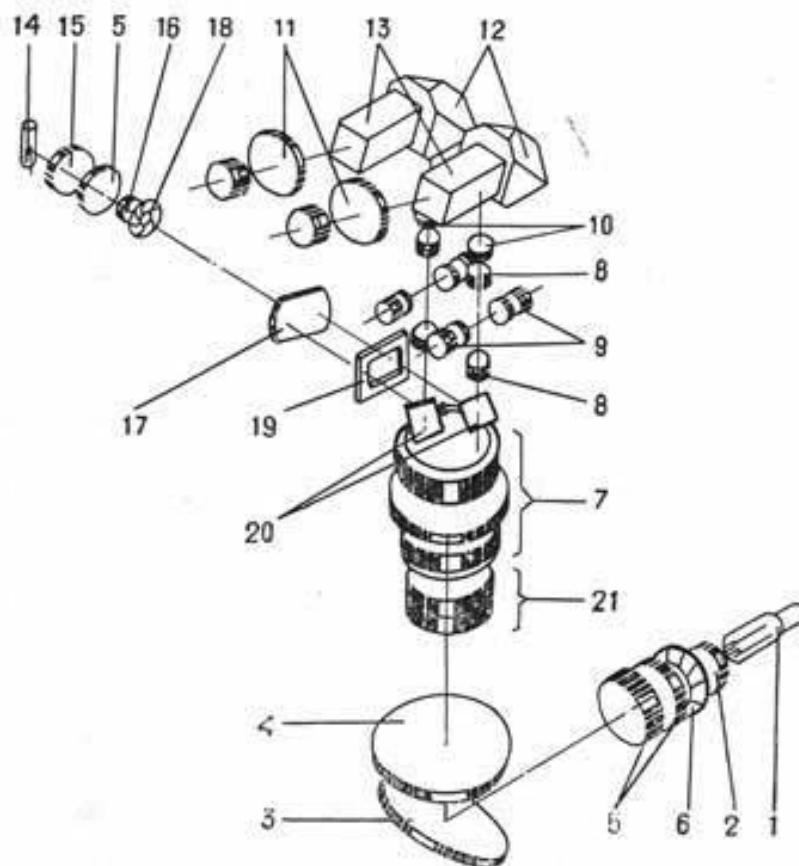
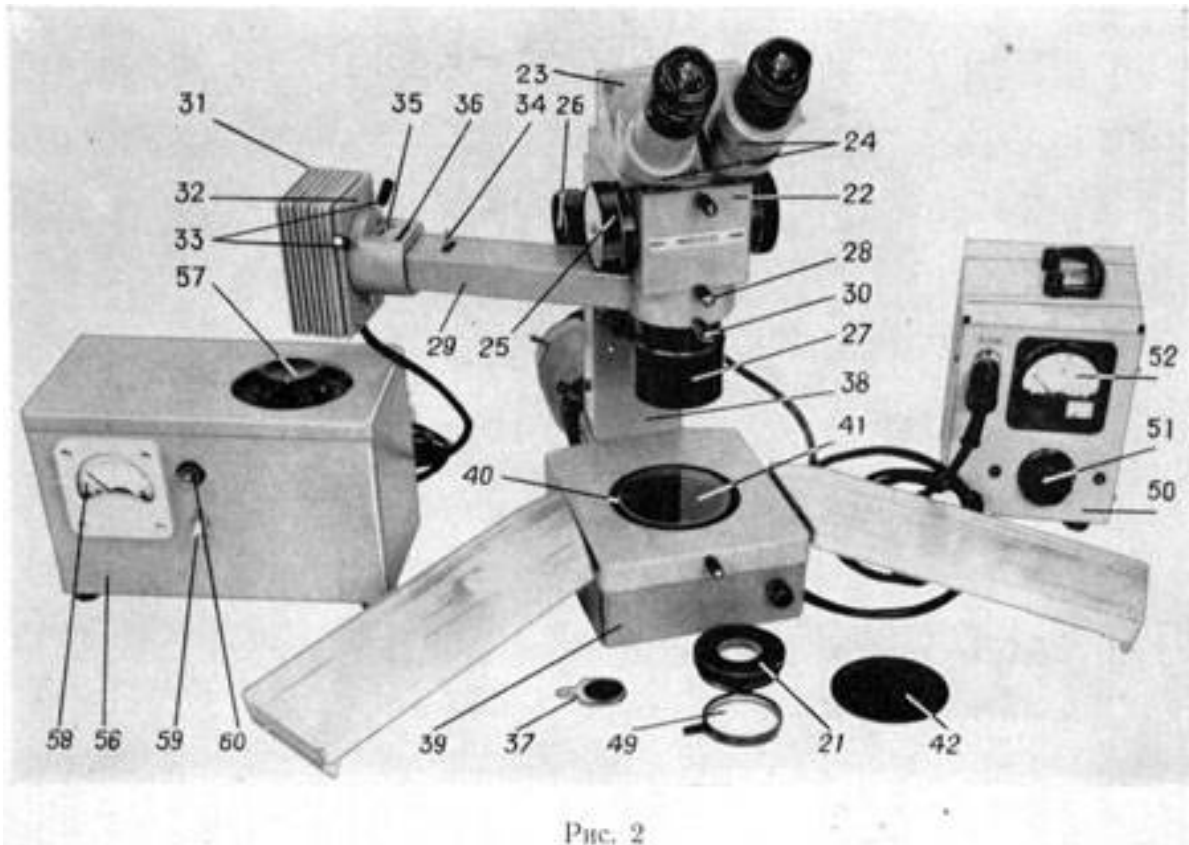
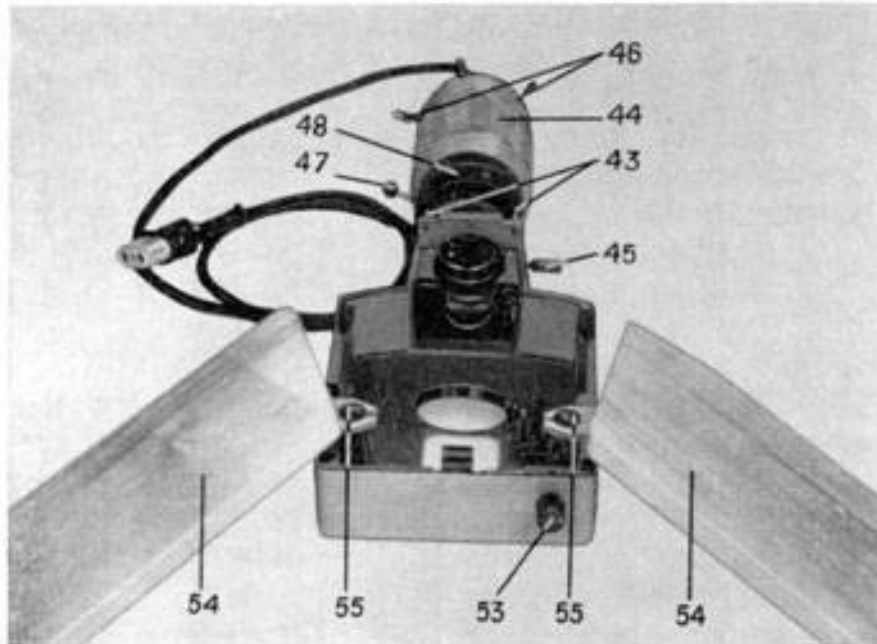

Рис. 1
Рис. 2
Рис. 3
4. Ausführung und Arbeitsweise, Bild 1
Beim Betrieb im Durchlicht mit der Lichtquelle 1 (Abb. 1), - beleuchtet die Lampe OP12-100 mit Beleuchtungseinrichtung 2 und Reflektor 3 ein transparentes Objekt, welches auf einer Glas Scheibe oder Mattscheibe 4 aufgelegt ist. Durchlicht bietet die Möglichkeit, Ersatz-Filter und Polfilter 5 zu installieren. Zur Begrenzung des beobachteten Blickfeldes dient die Irisblende 6. Das optische System des Instruments hat eine achromatische Linse 7 mit großem Arbeitsabstand.
Am Oberteil des optischen Kopfes 22 (Abb. 2) gibt es eine Halterung, in die der Binokular-Aufsatz 23, mit einer Schraube gesichert, eingefügt wird.
Die Montage des Tubushalters 38 an der Basis 39 erfolgt durch Schrauben 43 (Abb. 3). An der Unterseite befindet sich eine Öffnung, in die die Durchlichtbeleuchtung 44 eingesetzt und mit der Schraube 45 befestigt wird. Eine Kartusche mit einer Lampe OP12-100 ist in der Durchlichteinheit eingesetzt.
Zur Zentrierung des Leuchtkörpers dienen die Schrauben 46. Die Leuchtfeldblende 6 (siehe Abb. 1) welche in der Gehäuse Halterung montiert ist, wird durch einen Handgriff 47 geöffnet (siehe Abb. 3). In der Halterung 48, in der Gehäuse Halterung können die Ersatz-Filter 49 (siehe Abb. 2) oder Hitzefilter eingesetzt werden.
Im Inneren der Basis befindet sich der Schwenkreflektor 3 (siehe Abb. 3) mit Auf einem flachen Spiegel auf der Einen und Milchglas auf der anderen Seite. Zur Drehung dient der Griff des Reflektors 53. Für Tageslichtbeleuchtung muss man die Schraube 45 abschrauben und die Beleuchtung im Boden entfernen.
Die Spannungsversorgung der KIM9-75 Lampe für Auflichtbeleuchtung erfolgt durch ein spezielles Panel 56 (siehe Abbildung 2). Auf der oberen Abdeckplatte 57 befindet sich eine Vorrichtung für eine stufenlose Änderung der Spannung der Lampe. An der vorderen Wand ist ein Voltmeter 58 zur Anzeige der Spannung, der Schalter 59 für die Stromversorgung der Lampe und die Betriebsleuchte 60. Auf der Rückseite sind Sicherung und Steckdose montiert; der Stecker führt mit einem Kabel zu der Lampenfassung.
Wenn Sie transparente Objekte betrachten wollen, sollten Sie das Gerät für den Einsatz in Durchlicht zusammenbauen. Verbinden Sie den Tubushalter 38 (siehe Abb. 2) mit der Basis 39 durch die Schrauben 43 (siehe Abb. 3), befestigen die Arme 54 durch Schrauben 55, installieren Sie die Durchlichtlampe 44, wenn die Studie bei Tageslicht durchgeführt wird, und eine Schraube 45, um sie zu befestigen.
Legen Sie in den Schlitz 40 (siehe Abb. 2) ein Glas oder eine satinierte Glas Scheibe.